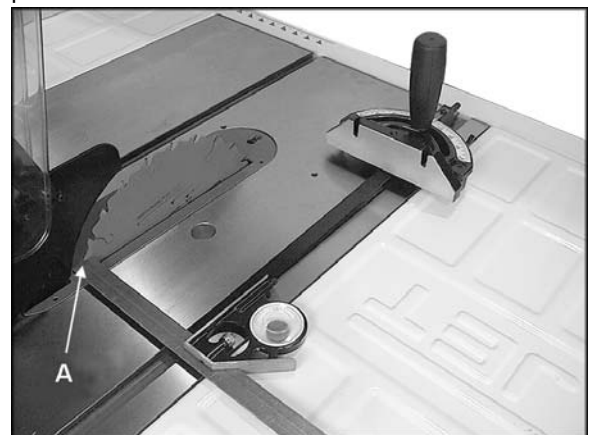

Рис. 27
4. Вращайте отмеченный зуб к задней стороне пильного диска так, чтобы он остановился немного выше плоскости стола и используя угольник с линейкой проверьте, является ли расстояние к пильному диску тем же самым. См. рис. 27. Если расстояния не то же самое, сделайте отметку различия.